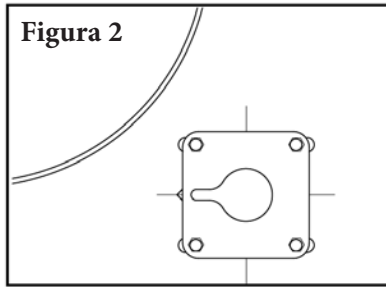

Figura 2
3. **Instale las placas de montaje.** Atornille las placas de montaje al chute con los tornillos que se incluyen. Centre las placas en los orificios ranurados y apriete los tornillos (Figura 2).
2. **Retire la hoja desgastada.** Retire un seguro de la hoja y retire la hoja del eje (Figura 2). Limpie todo el material que se filtra del eje.